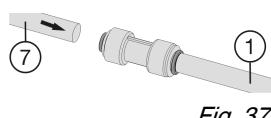

Fig. 37
- ▶ Raccorder les rallonges de tuyaux fournies Fig. 37 (1) aux tuyaux de l'appareil Fig. 37 (7): enfoncez les tuyaux de l'appareil jusqu'à la butée (env. 25/32" (20 mm)) dans les connecteurs.